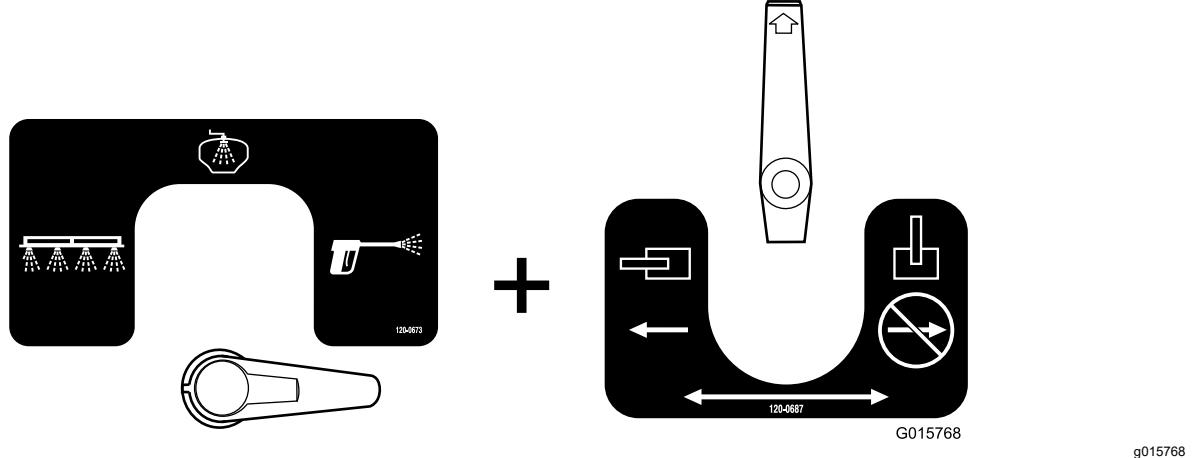

Figure 54
- Cette configuration est celle du pistolet-pulvérisateur (Figure 54). Utilisez cette configuration pour pulvériser de l'eau de rinçage par le pistolet-pulvérisateur à main.